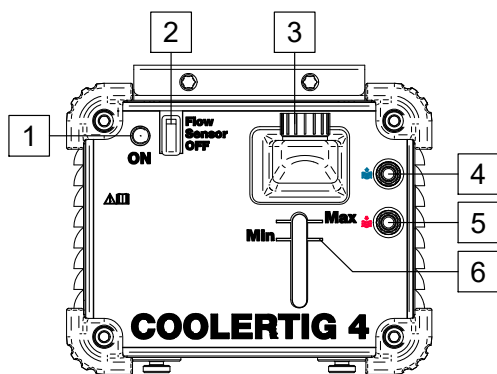

Рисунок 3.
9. Вентиляционные отверстия: Обеспечивают необходимую циркуляцию при воздушном охлаждении (Рисунок 3).